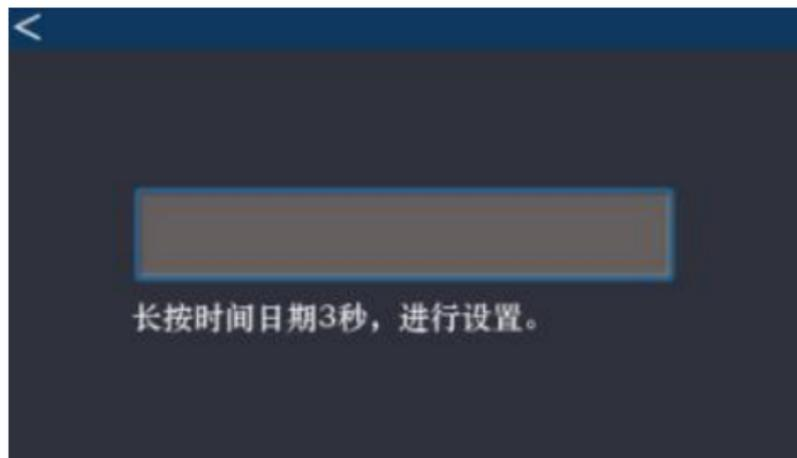

图 21 日期时间界面
- i. 时间日期：点击时间日期，进入时间日期设置界面（图 21），长按显示框中的时间日期 3 秒，进行设置。